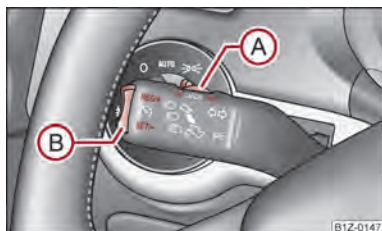

Fig. 104 Maneta: Tasta basculantă și comutatorul sistemului de control al vitezei de croazieră
Sistemul de control al vitezei de croazieră se acționează de la comutatorul (A) ⇒ fig. 104 și de la tasta basculantă (B) din maneta din stânga din comutatorul multifuncțional.
- Apăsați comutatorul (A) în poziția **ON**.
- După atingerea vitezei dorite apăsați tasta (B) în poziția **SET**.
- Viteza memorată poate fi mărită fără acționarea pedalei de accelerație, prin apăsarea tastei (B) ⇒ fig. 104 în poziția **RES**.
Reluarea vitezei memorate are loc după eliberarea pedalei de frână sau de ambreiaj; la autovehiculele cu cutie de viteze automată numai după eliberarea pedalei de frână și după apăsarea scurtă a tastei (B) ⇒ fig. 104 în poziția **RES**.
- Apăsați comutatorul  => fig. 104 spre dreapta în poziția OFF.